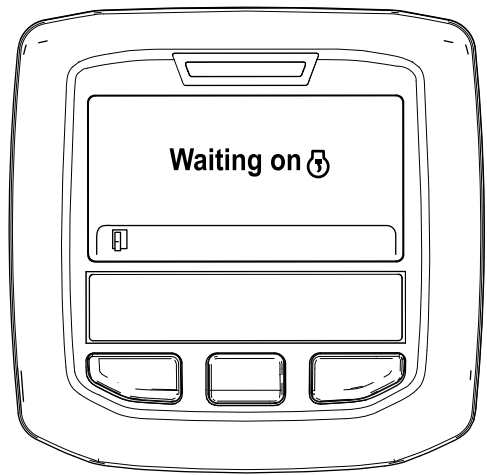

Figura 37
- B. Se muestra el mensaje “Waiting on [DPF icon]” (Esperando) (Figura 37).